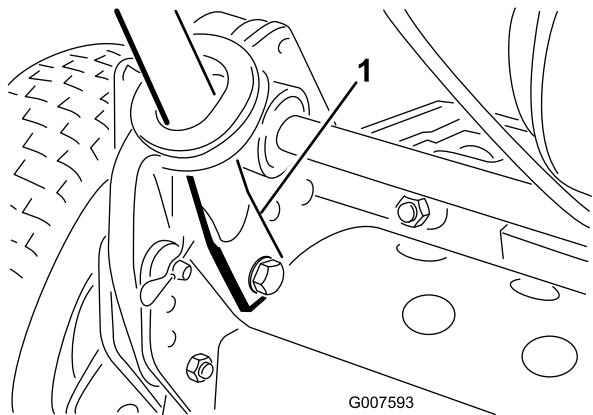

Figura 3
- Apriete los extremos del manillar hacia dentro e instálelos sobre los pasadores de montaje (Figura 3).
- Sujete los extremos del manillar a los pasadores de montaje con los pernos, las arandelas y las arandelas de freno que retiró anteriormente (Figura 3).
- Sujete la parte inferior de los brazos del manillar a cada lado del cortacésped con los pernos y las contratuercas que retiró anteriormente (Figura 3). Asegúrese de instalar los casquillos en los taladros de montaje de los brazos del manillar.
- Sujete los brazos del manillar a la parte de atrás del bastidor con los pasadores de horquilla y los pasadores de anilla que retiró anteriormente (Figura 3).